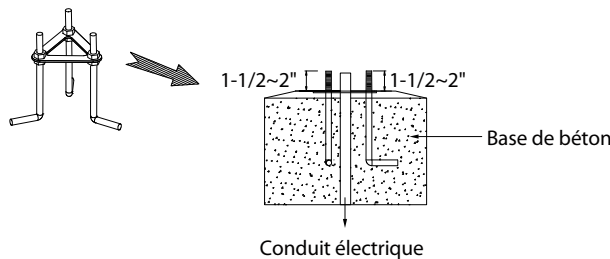

Fig 2
3. Installer 3 boulons d'ancrage dans le béton conformément à la Fig.2 ci-jointe, ayant au moins 1-1/2~2" dépassant du béton avec des filetages libres et exempts de débris et de saleté (les conduits électriques sont réservés au centre du béton).